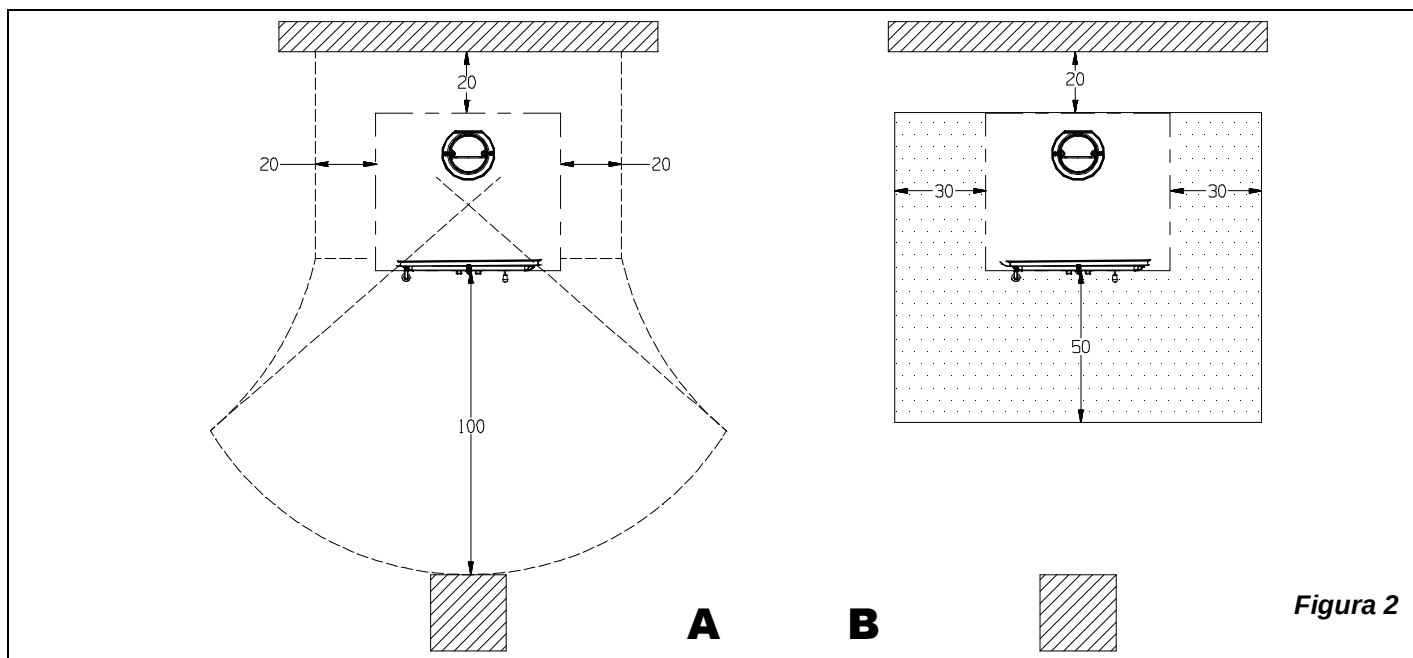

Figura 2
- Al fine di assicurare un sufficiente isolamento termico, rispettare la distanza minima di sicurezza dal retro e da entrambi i lati da elementi costruttivi ed oggetti infiammabili e sensibili al calore (mobili, rivestimenti di legno, stoffe ecc.) (vedi Figura 2 - A). **Tutte le distanze minime di sicurezza sono indicate sulla targhetta tecnica del prodotto e NON si deve scendere al di sotto dei valori indicati).**
- qualora il prodotto venga installato su un pavimento di materiale infiammabile, bisogna prevedere un sottofondo ignifugo. **I pavimenti in materiale infiammabile**, come moquette, parquet o sughero etc., **devono essere sostituiti** da uno strato di materiale non infiammabile, ad esempio ceramica, pietra, vetro o acciaio etc. (dimensioni secondo l'ordinamento regionale). Il sottofondo deve sporgere dall'apparecchio lateralmente di **30 cm** e frontalmente di almeno **50 cm** oltre all'apertura della porta di carico (vedi Figura 2 B).